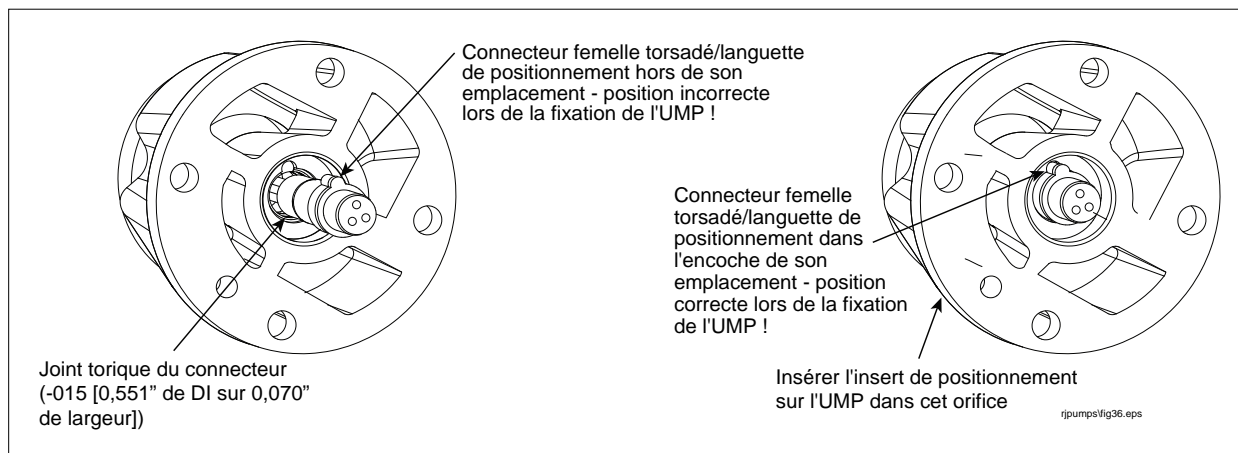

Figure 7. Installation correcte du connecteur torsadé femelle
1. Contrôlez visuellement le connecteur torsadé à l'extrémité de la tête de refoulement. Veillez bien à ce que le connecteur torsadé repose dans sa prise et à ce que sa languette entre dans l'encoche de la prise (voir la Figure 7).
3. Alignez l'insert de positionnement de l'UMP dans le bon trou de la tête de refoulement (voir la Figure 7) et poussez l'UMP en place manuellement. L'UMP doit être bien contre la tête de refoulement avant d'installer les boulons de maintien de l'UMP.